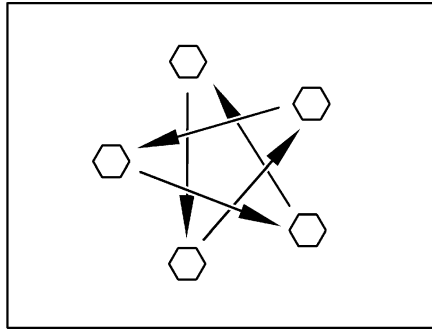

Fig. 385 Serrare a croce i dadi o i bulloni delle ruote
- Controllare regolarmente il serraggio dei dadi o dei bulloni. Regolare a croce (Fig. 385) il serraggio dei dadi o dei bulloni di una ruota sostituita dopo circa 50 km.
- ▷ Serrare a croce i dadi o i bulloni delle ruote (Fig. 385).